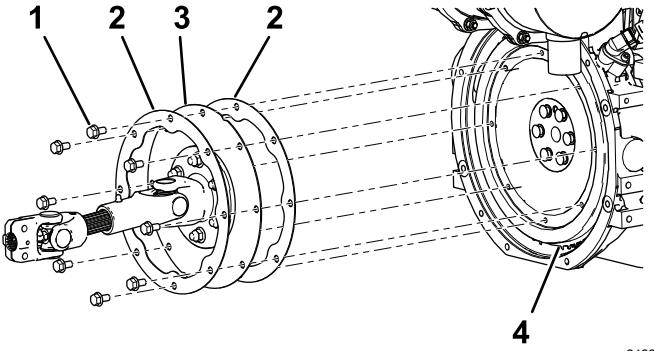

Figura 4
- Posizionate un anello di rinforzo su ogni lato dell'estremità grande del nuovo albero di trasmissione (Figura 4).
- Allineate i fori nell'estremità grande del nuovo albero di trasmissione e gli anelli di rinforzo con i fori nel volano del motore (Figura 4).
- Applicate un composto frenofiletti rimovibile di livello medio sulle filettature delle 8 viti a testa cilindrica flangiata più corte in dotazione (Figura 4).
- Fissate l'albero di trasmissione e gli anelli di rinforzo al volano con le 8 viti a testa cilindrica flangiata in dotazione (Figura 4).